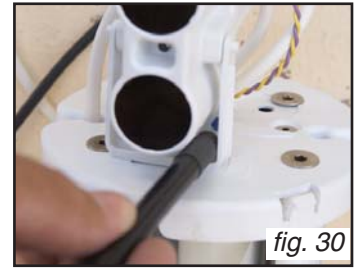

fig. 30
- 3 - Positionner la pastille FI du bâtonnet noir sur le coin bleu de la cellule émettrice blanche (fig. 30). La centrale émet un bip.